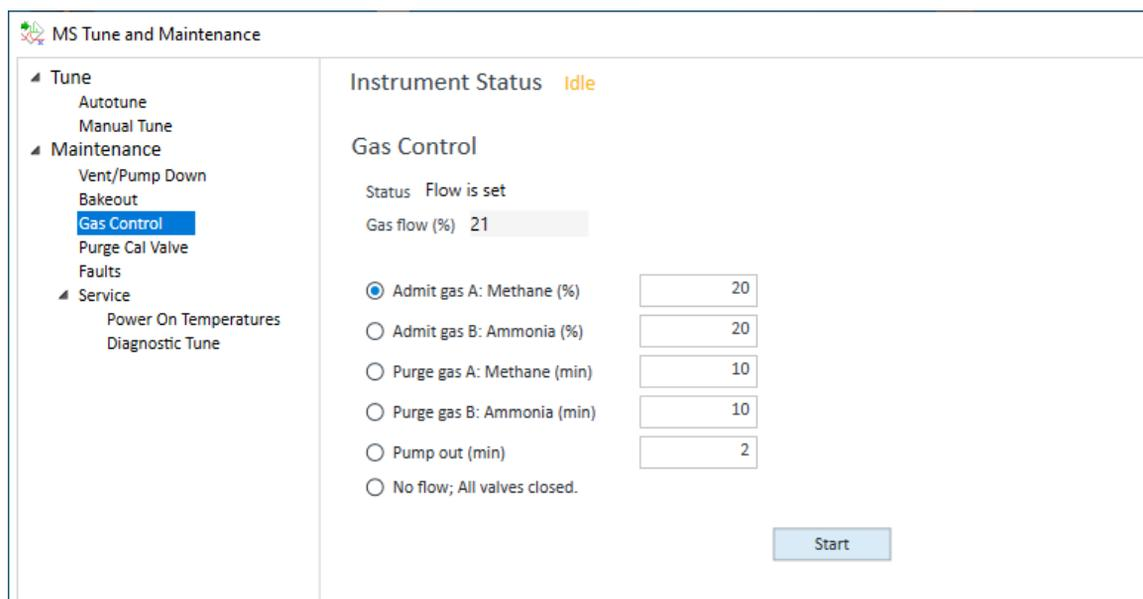

Figura 40. Control del gas de CI
- 1 En el panel **Instrument Control** (Control instrumental), haga clic en el icono **MS Tune** (Sintonización del MS) para visualizar la ventana **MS Tune and Maintenance** (Sintonización del MS y mantenimiento). Seleccione **Maintenance Gas > Control** (Gas de mantenimiento > Control) para mostrar los ajustes de Gas Control (Control del gas). (Consulte la Figura 40).